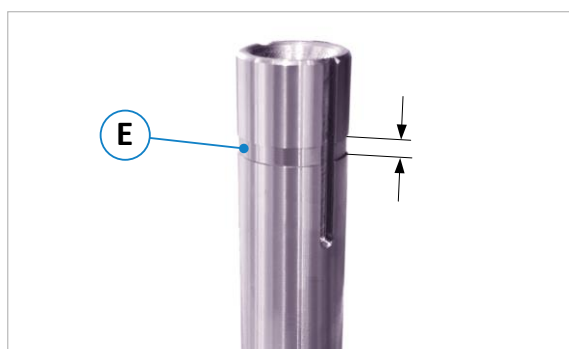

Figure 17 : marque pour l'anneau d'espacement supérieur
1. Desserrez la vis de serrage (C) de l'écrou de serrage rapide (M) à l'aide de la clé à ergots 4 mm fournie.
2. Ensuite, dévisser complètement la vis de fixation (F) à la main et enlever l'écrou de serrage rapide (M) en le retirant.
3. Retirer les bagues d'écartement (D) et placer le nouvel outil de fraisage.
4. Mettre en place les bagues d'écartement (D) nécessaires, le cas échéant. Il faut placer autant de bagues d'écartement que nécessaire pour que la surface de serrage supérieure de la bague d'écartement supérieure se trouve dans la zone (E) de l'entaille de marquage (voir ⇒ Figure 17).
5. Remettre l'écrou de serrage rapide (M) en place et serrer la vis de fixation (F) à la main.
6. Serrer maintenant la vis de serrage (C) avec la clé à ergots 4 mm. Couple de serrage = 12 Nm.
**Avec un couple de serrage de la vis de serrage (S) de 12 Nm, la fraise est serrée avec env. 30 kN (= 3 t).**
- Après le changement d'outil, déverrouiller le bouton d'arrêt d'urgence (4).